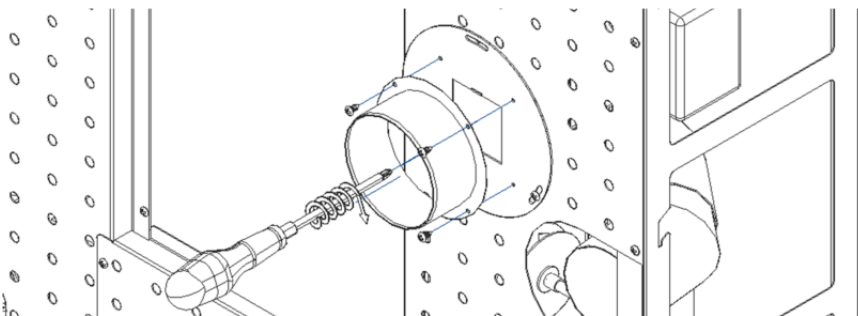

Figura 75 - Colocación de la boca de salida de aire en la estufa
e) Apriete los laterales en la parte trasera con dos tornillos del kit, como se muestra en la Figura 75.